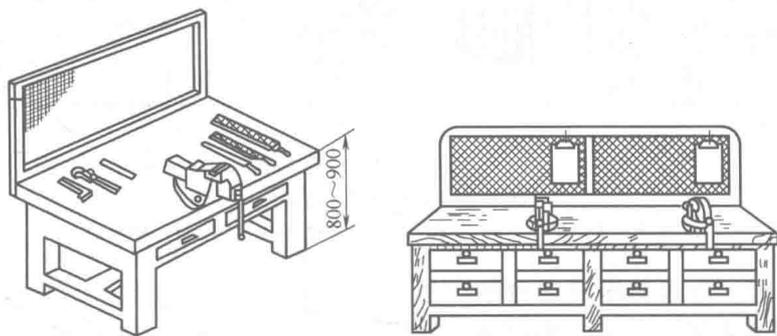

图 0-1 钳工工作台
(1) 钳工工作台 钳工工作台也称钳台, 有多种形式, 用来安装台虎钳, 放置工具、量具和工件等。钳工工作台的高度一般为 800~900mm, 应以安装台虎钳后钳口高度刚好与操作者的肘部平齐为宜, 如图 0-1 所示。钳工工作台的形状与尺寸大小随场地和工作需要而定。